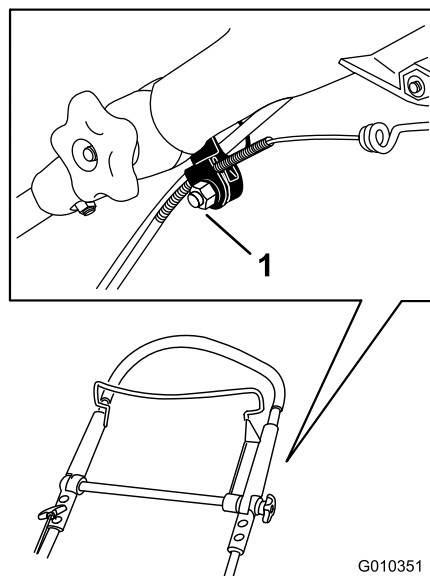

Figura 48
1. Afloje la tuerca del soporte del cable (Figura 48).